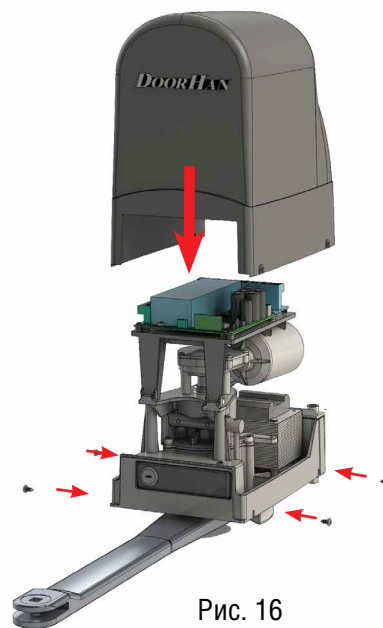

Рис. 16
- Наденьте верхнюю и нижнюю крышку корпуса, затяните крепежные винты (рис. 16).